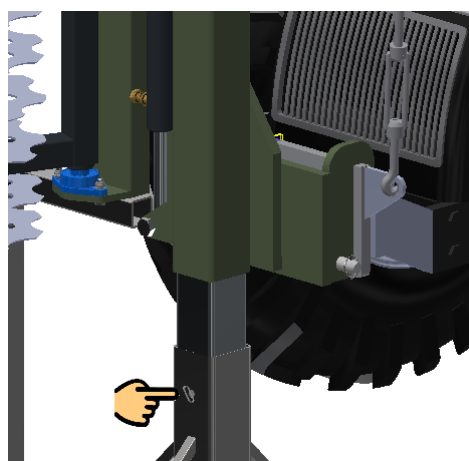

Figura 5.7 – Remoção da base amovível (cavalete)
6. Retire a cavilha, indicado na figura 5.7, de bloqueio do cavalete.